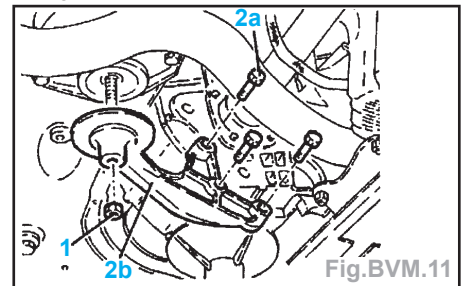

Fig. BVM.11
- Support ar. moteur (Fig.BVM.11) :
- Déposer le support ar. moteur (2b) (Fig. BVM.11).